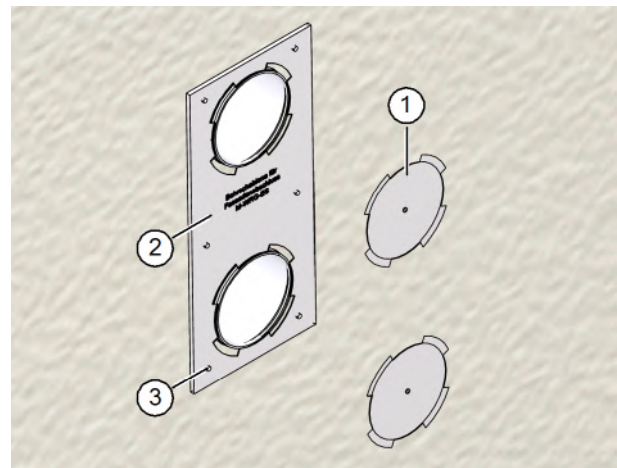

Abb. 17: Bohrungen anbringen
- ▶ Drücken Sie die vorgestanzten Ausschnitte (Pos. 1 in Abb. 17) für die Lüftungsrohre aus der Bohrschablone (Pos. 2 in Abb. 17).
- ▶ Setzen Sie die Bohrschablone (Pos. 2 in Abb. 17) lagerichtig auf die Lüftungsrohre und bündig zur Fassade auf.
- ▶ Bohren Sie mit dem 6 mm Steinbohrer sechs Löcher mit ca. 40 mm Tiefe an den in der Bohrschablone gekennzeichneten Stellen (Pos. 3 in Abb. 17) in die Außenwand.